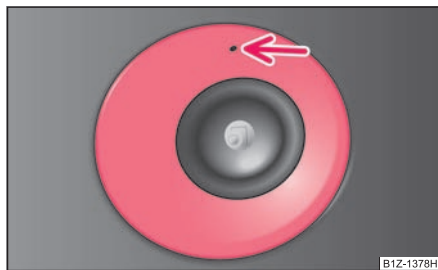

Fig. 249 Paragolpes delantero: Octavia Scout
- En la abertura por encima del faro antiniebla ⇒ fig. 249 introduzca el estribo de alambre de las herramientas de abordaje y quite la tapa. ■